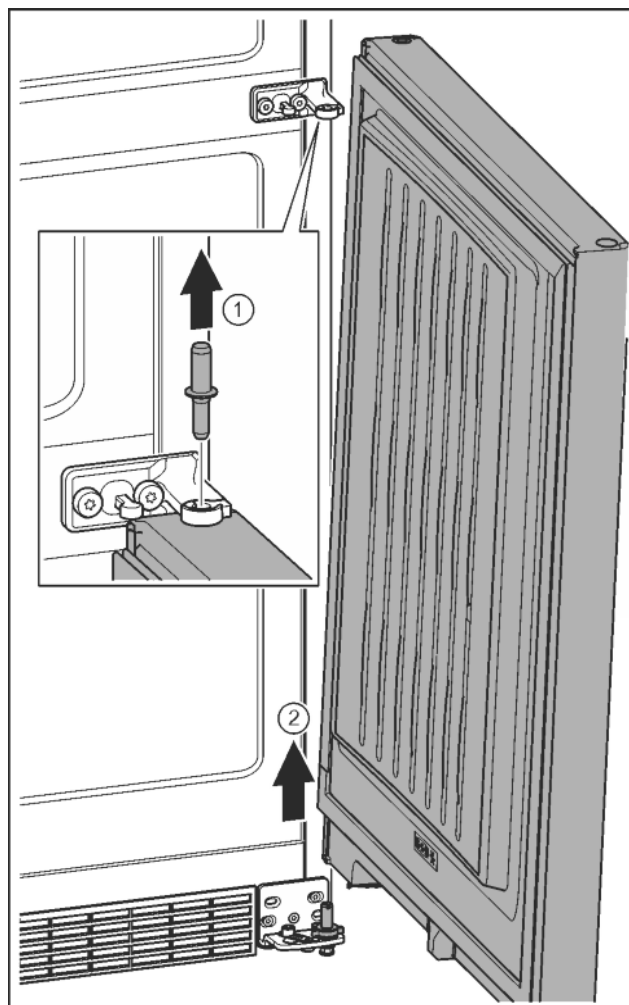

Fig. 10
- Sworznie wyjąć w górę. *Fig. 10 (1)*
- Drzwi wyjąć pociągając w górę, a następnie odstawić z boku. *Fig. 10 (2)*